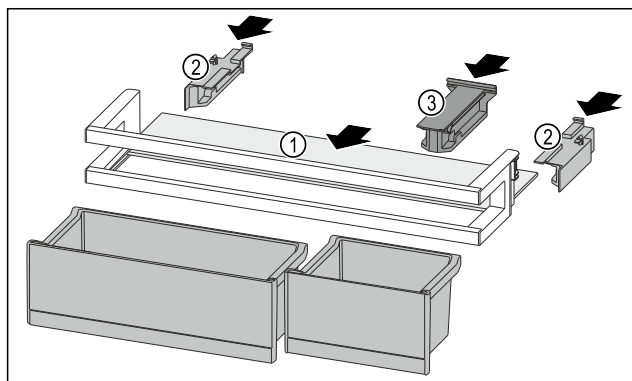

Fig. 118
- ▶ Împingeți în interior raftul Fig. 118 (1) în degajările laterale.
- ▶ Introduceți piesele laterale Fig. 118 (2).
- ▶ Introduceți piesa de susținere Fig. 118 (3).